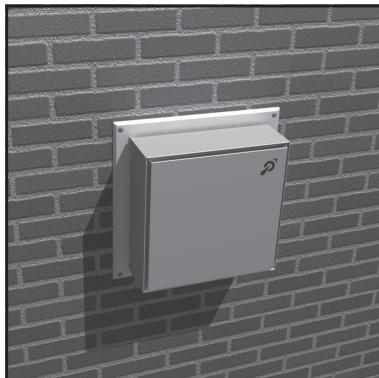

Fig. 1
1. If required, mount a connecting piece (1) to the appliance. Type and code according to the manufacturer's instructions or in consultation with our Sales department.
2. Place a flue length (2) on top (US 100/50/25 10). Make sure to use the minimum and maximum terminal length as instructed by the manufacturer.
3. Then place a concentric elbow (3) USB 90 10 and determine the place of the terminal.
6. Slide the wall terminal (4) USDHC 10 from the outside through the wall with the logo in the top right-hand corner (Fig.1) Mount the air supply tube level or in such a way that the rainwater runs off. This position will ensure that the rainwater does not penetrate. Make sure that the dewatering hole in the air supply tube is kept open (do not seal).
7. If desired, the hole on the inside of the wall can be covered with a wall plate (5) USMPG 10. This can be ordered as an option.
1. Montez un raccord (1) sur l'appareil si nécessaire. Type et code selon les indications du fabricant ou en concertation avec notre département Vente.
2. Placez un conduit concentrique (2) US 100/50/25 10 par-dessus. Contrôlez la longueur minimale et maximale du conduit prescrite par le fabricant.
3. Placez un coude concentrique (3) USB 90 10 et choisissez la position du passage de façade.
6. Introduisez le passage de façade (4) USDHC 10 dans la façade depuis l'extérieur, et fixez-le sur la façade avec le logo dans le coin supérieur droit (voir Fig. 1). Montez l'enveloppe d'aménée d'air de niveau ou légèrement en pente vers l'extérieur. On évite ainsi que les eaux de pluie pénètrent à l'intérieur. Lors d'un montage sur la pointe, laissez le trou d'assèchement de l'enveloppe libre (ne pas reboucher).
7. Le trou à l'intérieur peut éventuellement être recouvert d'une plaque murale (5) USMPG 10 disponible en option.